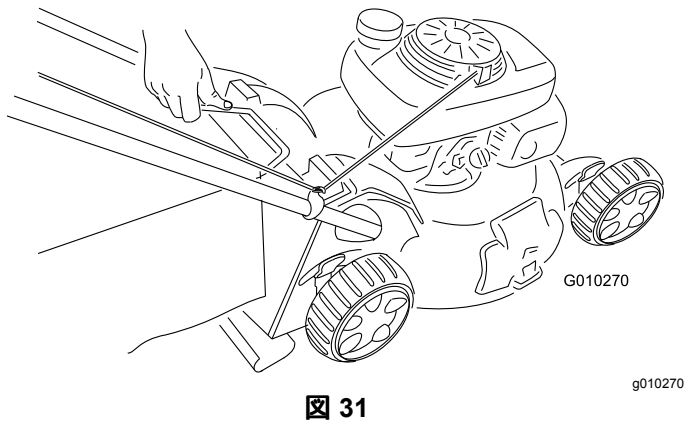

図 31
2. 機体上部の溝から摺動バッグのハンドルを外し、集草バッグ全体を機体から外す 図 31。